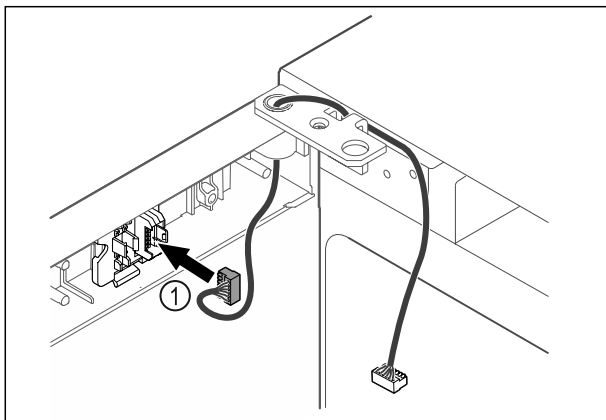

Fig. 44
- Zasuňte zástrčku Fig. 44 (1) do držáku zástrčky.